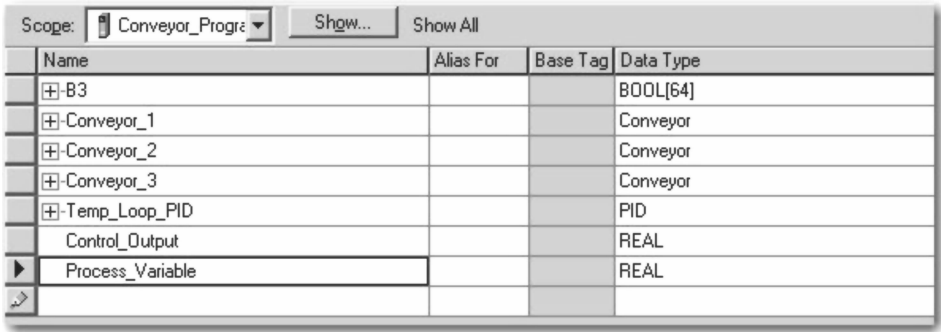

图 9-41 排列后的数据标签
3. 双击“数据类型”（Data Type）列，如图 9-41 所示。便会将标签排列为更适合于进行的编辑。